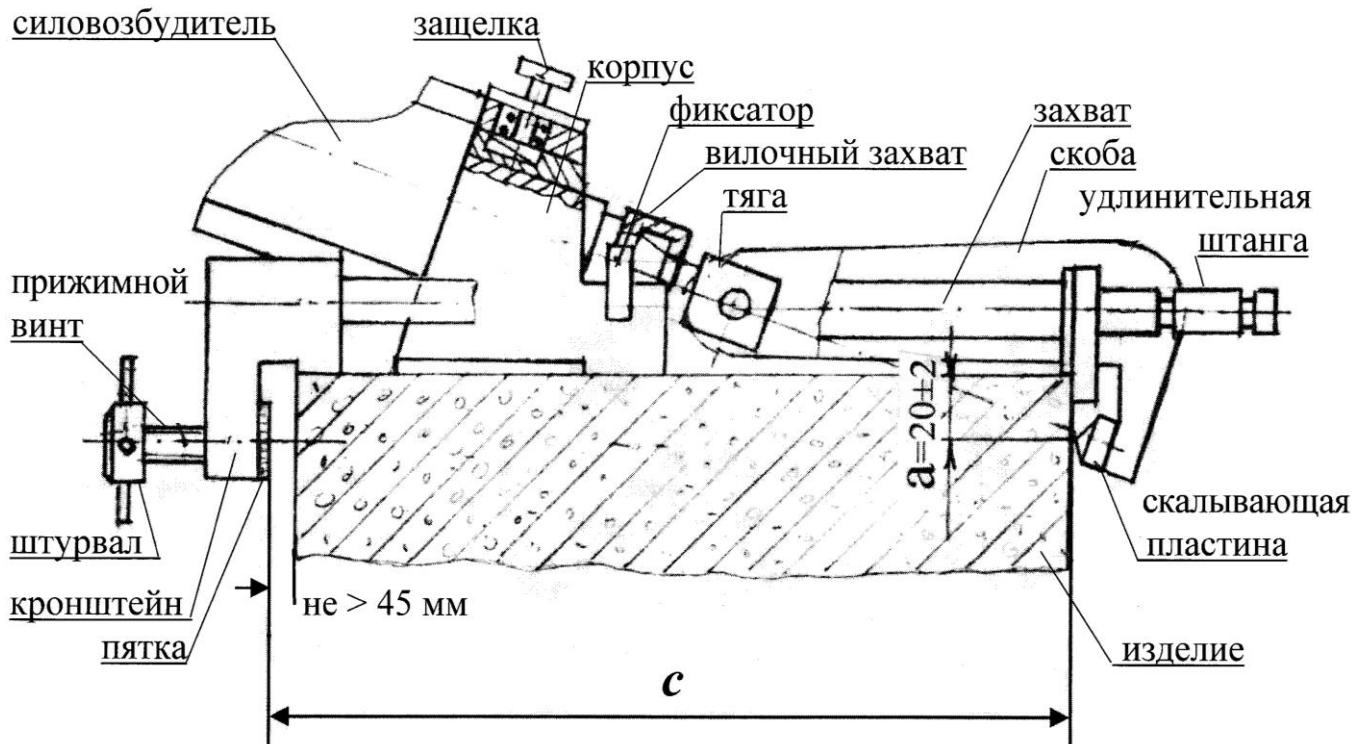

Рисунок 3.2 – Схема испытаний методом скальвания ребра
3.4.2.3 Установить силовую раму с силовозбудителем на контролируемое изделие (рис.3.2) и, вращая штурвал по часовой стрелке до упора пятки в изделие, закрепить его на изделии.